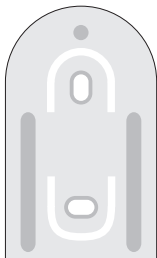

Bild 2
- Halten Sie den Wandhalter mit der runden Seite nach obenweisend senkrecht an die Wand, siehe Bild 2.